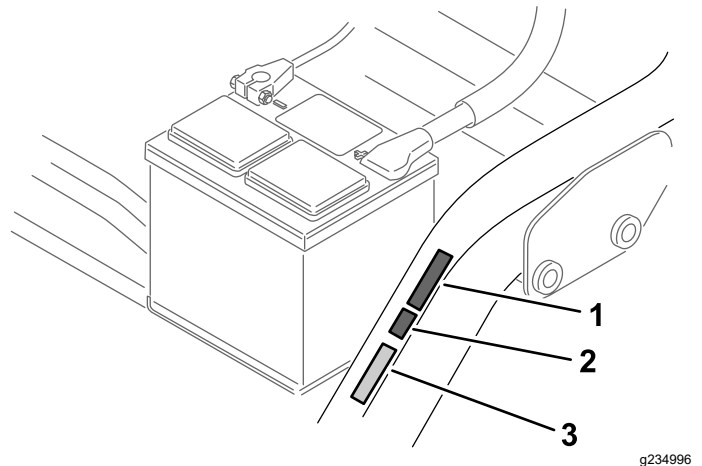

Bild 15
- Bringen Sie den CE-Kennzeichnungsaufkleber neben der Seriennummernplatte an (Bild 15).
- Bringen Sie den CE-Herstellungsjahr-Aufkleber neben dem CE-Kennzeichnungsaufkleber an (Bild 15).